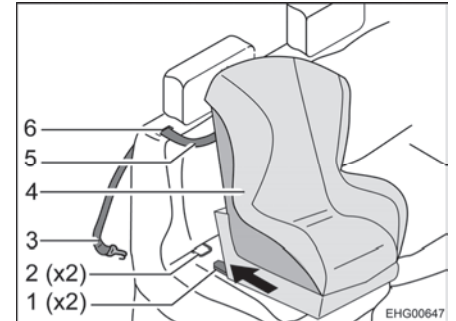

Fig. 15 Fixation avec Top-Tether
- Faire passer la sangle Top-Tether (Fig. 15,5) à travers la fente (Fig. 15,6) dans le coussin du dossier (à côté de l'appuie-tête).
- Accrocher le crochet de fixation (Fig. 15,3) au point d'ancrage en face arrière du siège.
- Encliqueter les bras d'encliquetage (Fig. 15,1) dans les étriers de fixation (Fig. 14,1 et Fig. 15,2). Un cliquetis clair doit être entendu.
- Vérifier à l'aide d'une forte secousse si le siège pour enfant (Fig. 15,4) est bien installé.